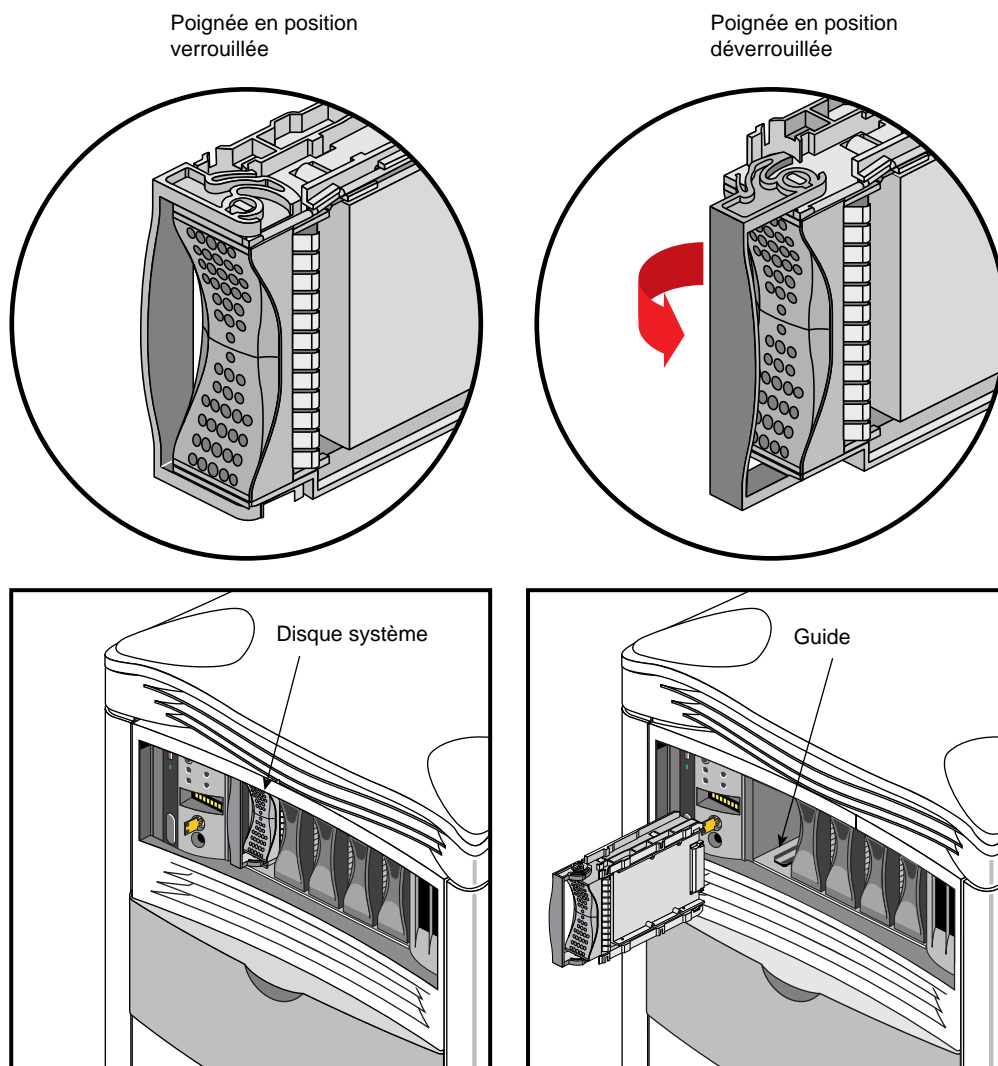

Figure 5-1 Installation ou retrait du lecteur du disque système
2. Déverrouillez la poignée du lecteur en la tirant vers la droite (en position déverrouillée, la poignée doit se trouver au milieu, comme le montre la Figure 5-1). Notez que le déverrouillage de la poignée s'effectue vers la gauche sur les lecteurs des quatre autres baies (voir section suivante).